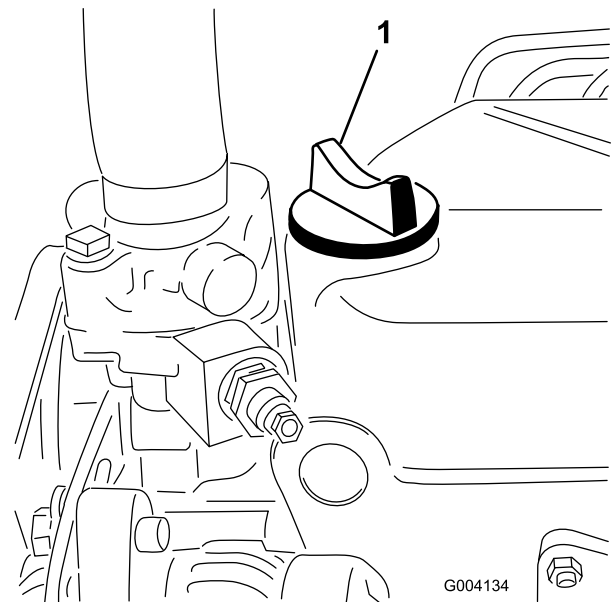

Figura 29
5. Si el nivel de aceite está por debajo de la marca Lleno, retire el tapón de llenado (Figura 29) y añada aceite hasta que el nivel llegue a la marca Lleno.